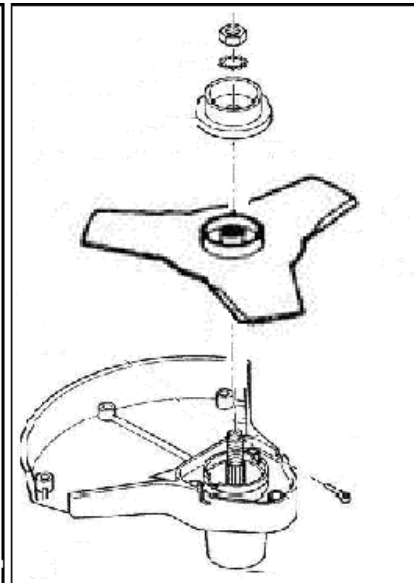

Рис. 10
- ✓ Смонтируйте лопастной нож на посадочное место на шпинделе (рис. 10)